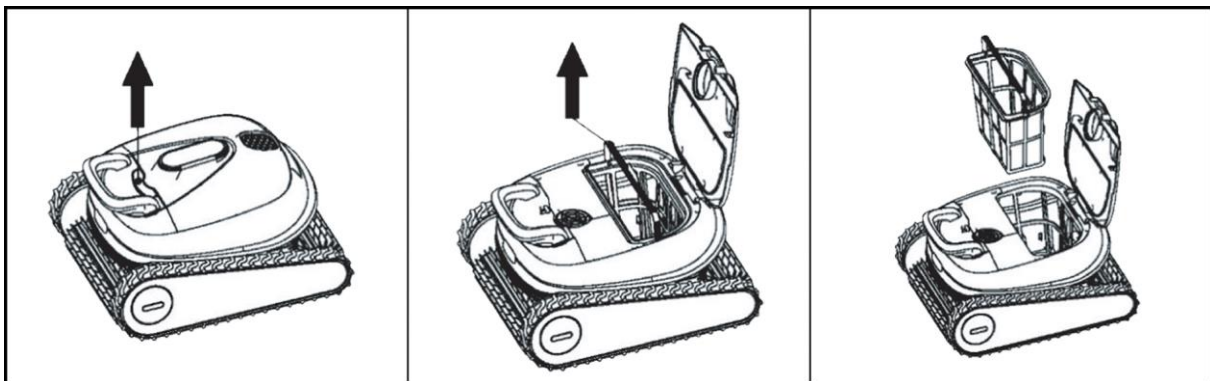

Fig. 5
- Abra la tapa y extraiga la cesta de filtro (fig. 5).